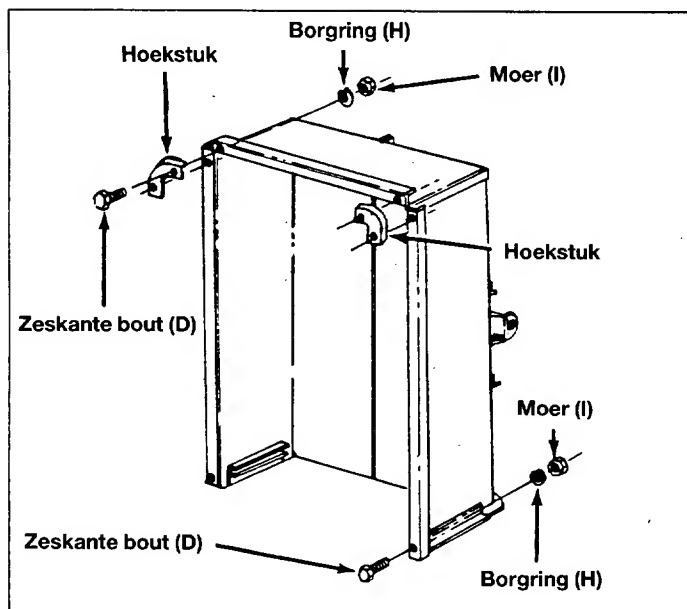

Fig. 10
15. Monteer de twee hoekstukken aan de voorkant en twee bouten door de zijkanalen en de versterking van de achterklep. Gebruik 6×12 mm zeskante bouten (D), borgringen (H) en moeren (I). Zie fig. 10.